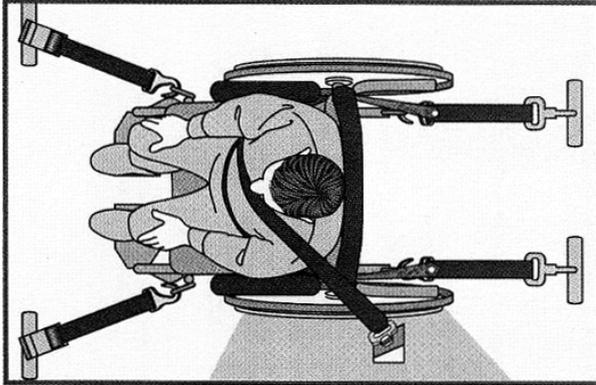

Figura 26
- Os tipos de fixação utilizados com a cadeira de rodas são do tipo "Four-Point Tie-Down", mediante os quais a cadeira de rodas será fixada no interior do veículo a motor em 4 pontos, 2 frontais, 2 traseiros, conforme se vê na Figura 26.